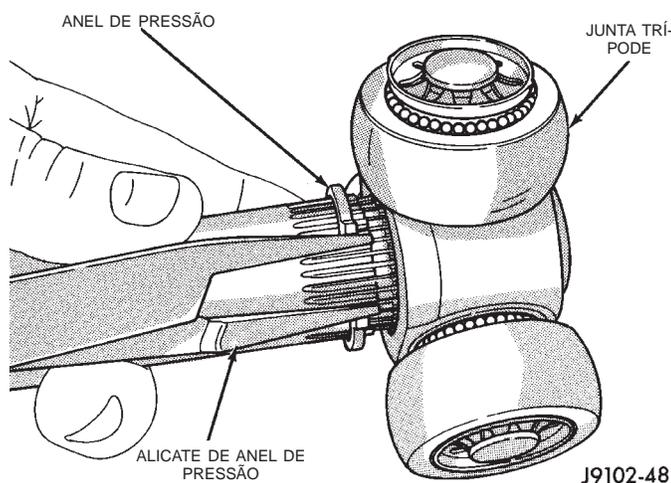
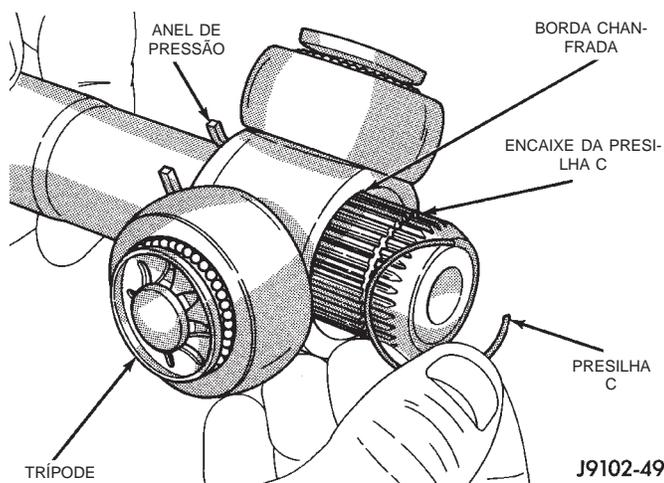
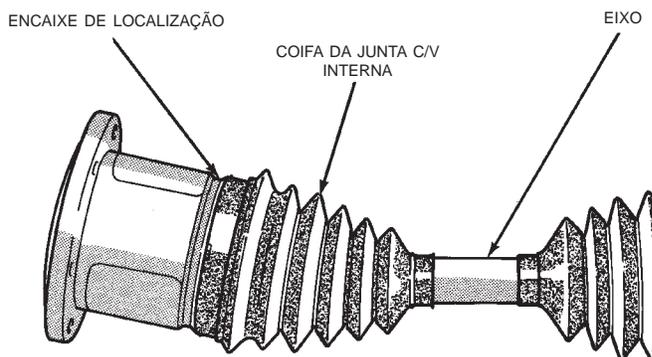

Fig. 8 Remoção do Anel Retedor de Pressão
Fig. 9 Remoção/Instalação da Presilha C
Fig. 10 Coifa da Junta C/V Interna
(1) Remova o eixo propulsor do eixo.
(2) Coloque o alojamento da junta C/V interna em uma morsa.
(3) Remova as abraçadeiras de retenção da coifa interna. Puxe a coifa interna por sobre o eixo de interconexão. Descarte as abraçadeiras de retenção.
(4) Puxe a trípode e o eixo em linha reta para fora do alojamento da junta C/V interna.
(5) Remova do encaixe atrás da trípode, o anel retentor de pressão (Fig. 8). Deslize a trípode em direção do centro do eixo. Remova a presilha C da extremidade externa do eixo (Fig. 9).
(6) Remova a trípode do eixo. Substitua a coifa, se necessário.
(1) Deslize a coifa para baixo, o suficiente para que se possa ter acesso ao trabalho.
(2) Instale o anel de pressão passando um pouco do encaixe do anel (em direção ao centro do eixo). Deslize a trípole na extremidade do eixo de interconexão. Certifique-se de que a extremidade chanfrada da trípole esteja adjacente ao encaixe do anel retedor da presilha C (Fig. 9).
(3) Instale a presilha C no encaixe. Deslize a trípole para fora, contra a presilha. Instale o anel de pressão no encaixe interno. Certifique-se de que o anel de pressão e a presilha C estejam ajustados.
(4) Aplique a quantidade requerida de lubrificante no alojamento e na coifa. Revista o interior do alojamento da junta e a trípole.
(5) Insira e ajuste a trípole e o eixo no alojamento.
(6) Posicione a extremidade do diâmetro maior da coifa da junta C/V interna sobre a borda do alojamento. Insira o ressalto da coifa no encaixe de localização na borda do alojamento (Fig. 10).